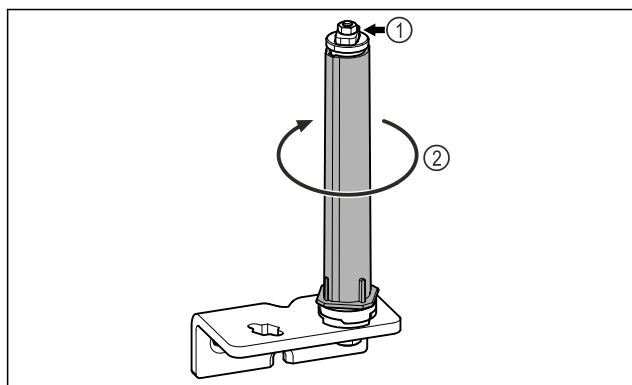

Fig. 18
- ▶ Dørlukkesystemet Fig. 18 (1) må ikke demonteres.
- ▶ Drej lukkesystemet Fig. 18 (2), til det klikke.